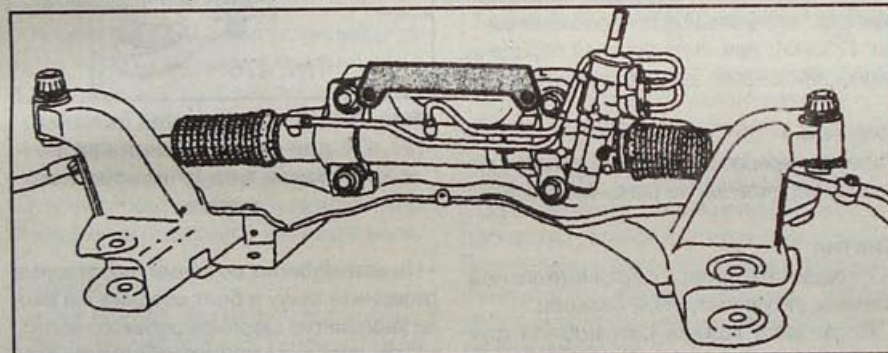

Рис. 9.13. Установка приспособления Dir. 1303-01 для блокировки рулевой передачи на подмоторной раме
- Установите рулевую передачу на подмоторную раму и приспособление Dir. 1303-01 для регулировки положения рулевой передачи (рис. 9.13).